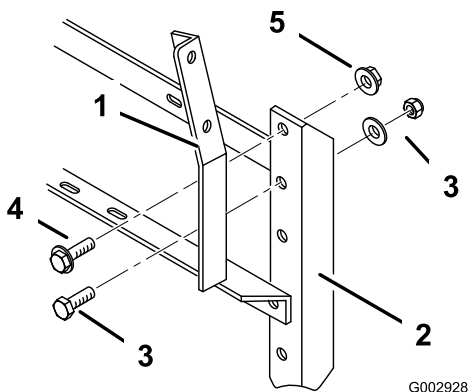

Figura 9
- En máquinas con números de serie 260000001 y superiores; o en cualquier máquina con brazos cubiertos, o sin brazos, instale el soporte de la caja de control en el travesaño trasero del brazo derecho (Figura 9) usando los herrajes existentes y un perno con arandela prensada (1/2 x 1/2 pulgada) y una tuerca con arandela prensada (1/2 pulgada).